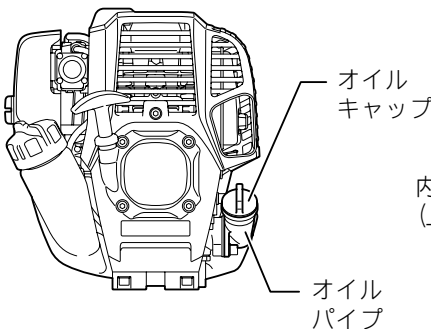
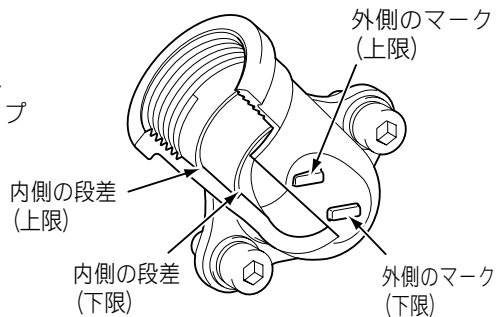

図1
図2 オイルパイプ
- エンジンを水平にし、オイルキャップ（図1）をはずしオイルパイプの上限・下限位置の範囲内（図2）までオイルがあるか点検してください。